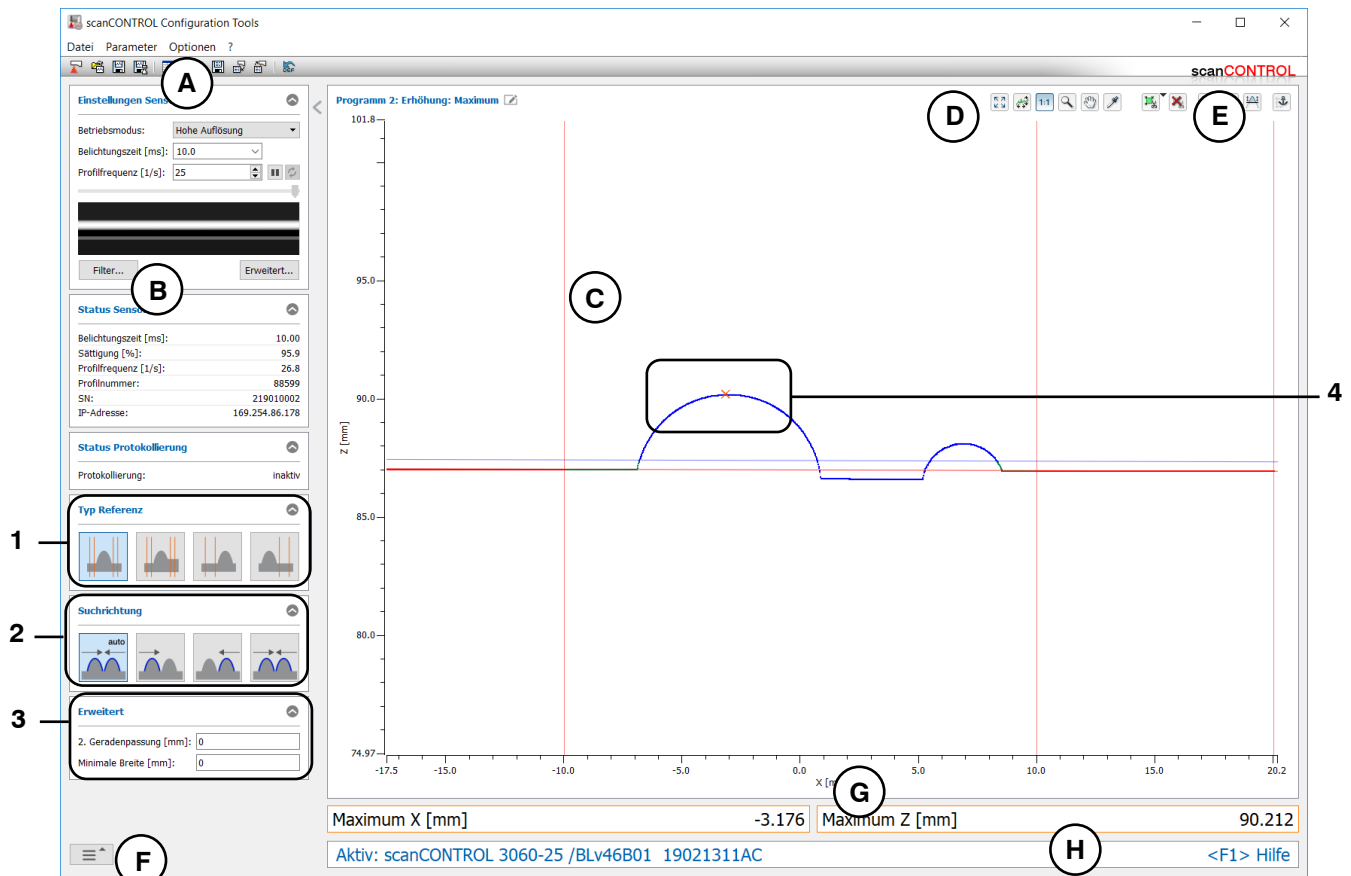

Abb. 4.28: Messprogramm „Erhöhung Maximum“
- Definieren Sie den Typ der Erhöhung (siehe Abb. 4.28 und Kap. 3.13.1):